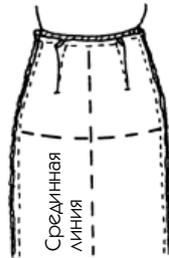

Рис. 311
5. Проверьте вертикальность линий середины заднего полотнища и середины переднего полотнища — они должны быть совершенно прямыми, а линия бедер должна оставаться горизонтальной (рис. 311). В ином случае поступайте следующим образом.